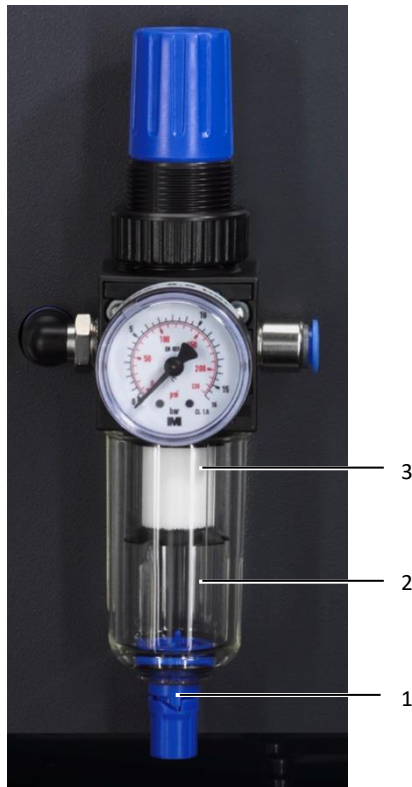

图 29: 压缩空气维护单元
- 为排出冷凝水，将排水塞（图 29，项号 1）向上压。
- 为更换过滤器，松开冷凝水容器（图 29，项号 2）的螺栓并将过滤器（图 29，项号 3）旋出。